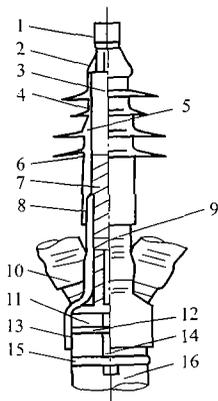

图 E-64
**Lb3E3045** 标出 10kV 三芯电缆冷收缩型终端的各部分名称，如图 E-64 所示。